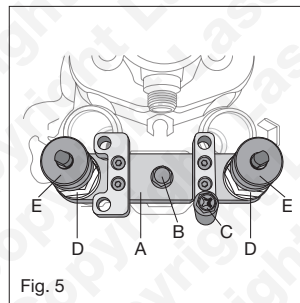

Fig. 5
2. Zie afbeelding 5: Breng het Laser 7084 gereedschap (**A**) aan over het verstuiverpaar. Zet het gereedschap vast met bouten **B** en **C** (in eerste instantie slechts enkele slagen vastschroeven).